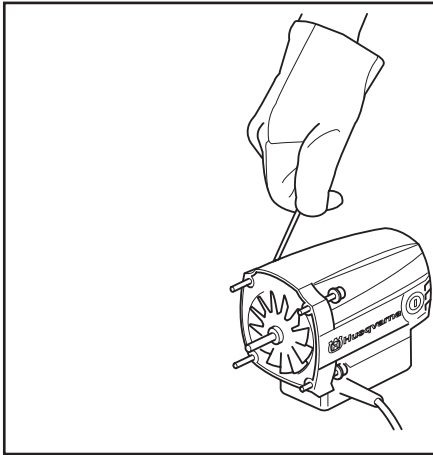

Fig. 14
2. Skruva ur de fyra skruvar (Fig. 14) som håller ihop motor och växellåda. Lossa jordkabeln från växellådslocket (gäller endast 230 V.)
6. Sätt ihop motordelen och på växellådsdelen i sina respektive hål. (Fig. 14).
2. Skru de fire skruer ud (Fig. 14), som holder motor og gearkasse sammen. Løsn jordkablet fra gearkassedækslet (gælder kun 230 V.)
6. Sæt motordelen sammen og på gearkassedelen i de respektive huller (Fig. 14).
2. Skru ut de fire skruene (Fig. 14) som holder motor og girkasse sammen. Løsne jordkabelen fra girkasselokket (gjelder kun 230 V).
6. Sett sammen motordelen og girkassedelen i deres respektive hull. (Fig. 14).